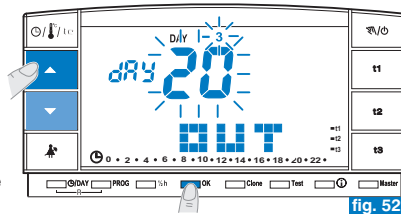

fig. 52
- Confirmer en appuyant sur la touche **OK** (fig. 52).